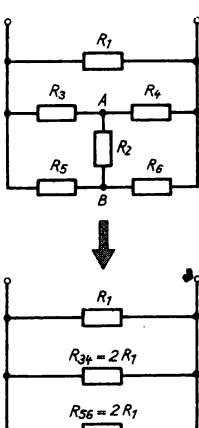

Bild 125
7.19 Vereinfachte Schaltung Bild 125. Da die Spannungsabfälle an R_3 , R_4 , R_5 und R_6 gleich sind, ist der Spannungsabfall $U_{AB} = 0$. Somit gilt